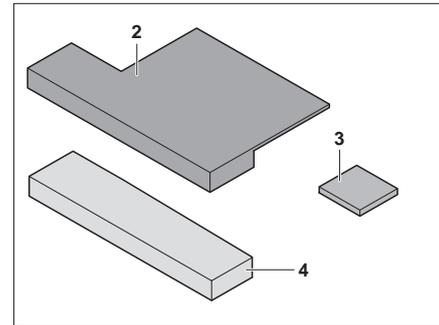

Bild 150 Zusatzpolster
- Sitzkeil (Bild 150,3) an Zusatzpolster (Bild 150,2) anbringen (mit Klettverschluss).